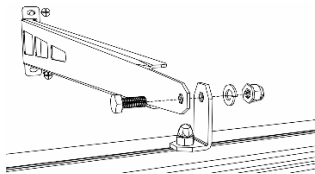

Рисунок 4 Установка светильника
4.3 Затем установите светильник на крепления (см. рис.4).